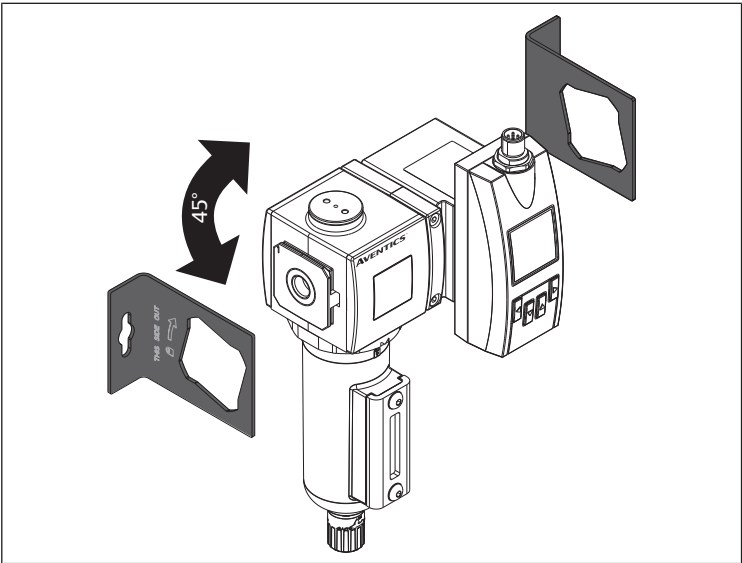

Fig. 6: Montage avec équerre de fixation
- Monter le produit avec une équerre de fixation. Voir → Fig. 6.